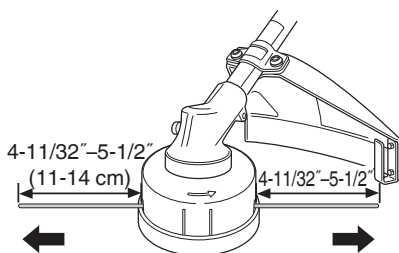

Fig. 26
(7) La longueur initiale du fil de coupe devrait être d'environ 4-11/32"-5-1/2" (11 à 14 cm), égale des deux côtés. (Fig. 26)